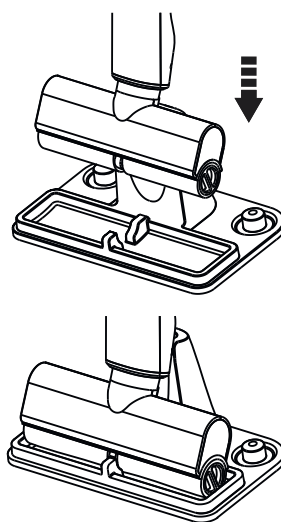

Fig.5
- Extraer los depósitos de agua. (Fig.5)